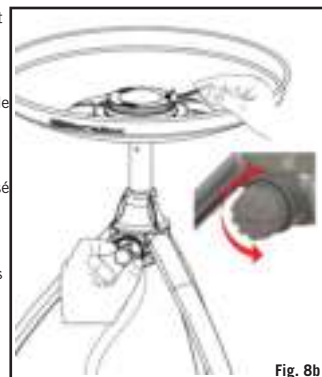

Fig. 8b
- Pour allumer l'appareil, allumez une allumette ou un allume-barbecue. Ouvrez légèrement le robinet de commande (K), comme décrit dans la section « Généralités » et allumez le brûleur (G) de l'appareil. Lorsque l'appareil est froid, il peut être allumé depuis le dessus (Voir Fig. 8b) avant d'installer la surface de cuisson souhaitée sur le plateau du brûleur (F).